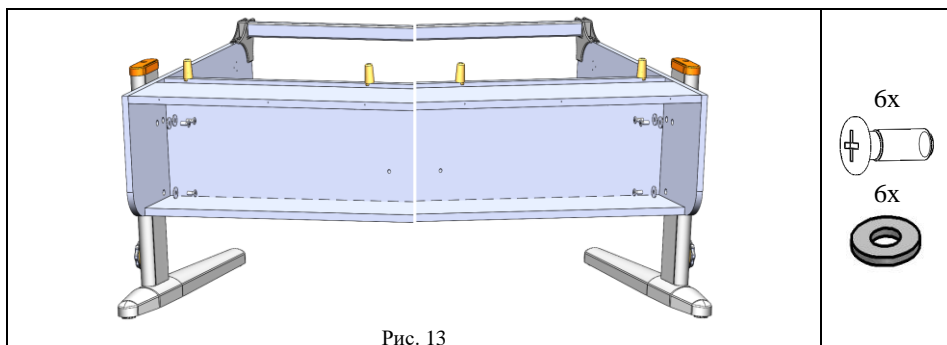

Рис. 13
5.3.3. Вернуть и затянуть винт М8х20 (поз. 7, пакет № 226) через шайбу (поз. 9, пакет №226) в стойки левую и правую согласно рис. 13.